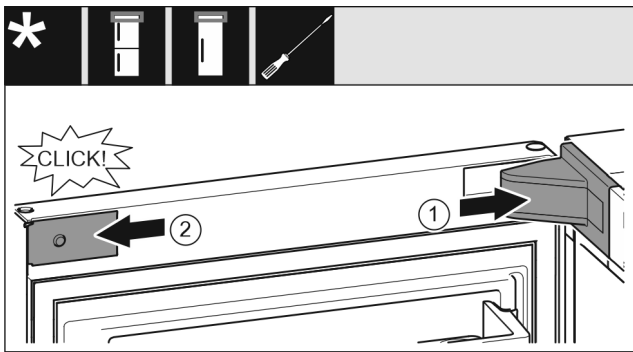

Fig. 20
- Nasadte a zaklapněte kryt stojanu ložiska, příp. opatrně odtláče od sebe. Fig. 20 (1)
- Z boku nasadte zásepku a zaklapněte. Fig. 20 (2)